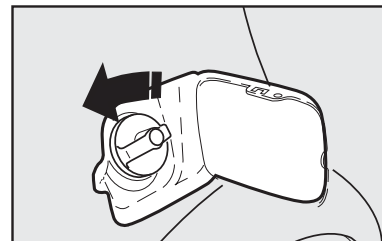

fig. 140
- Gire la llave en sentido antihorario y gire la tapa en el mismo sentido, hasta que esta se libere **fig. 140**.